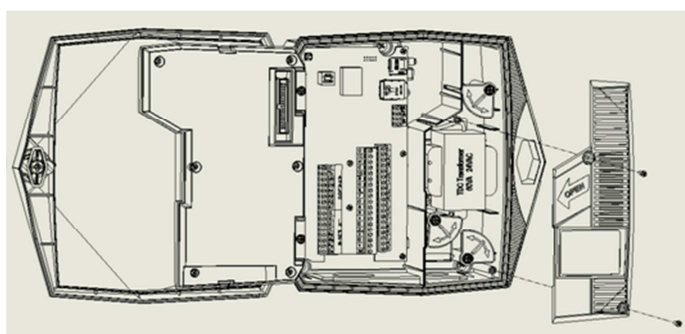

Рисунок 3: Открытие внутреннего корпуса
3. Отвинтить два винта внутреннего корпуса с правой стороны и открыть корпус (рис. 3).
3. Отвинтить два винта с правой стороны внутреннего корпуса и открыть корпус (рис. 3).